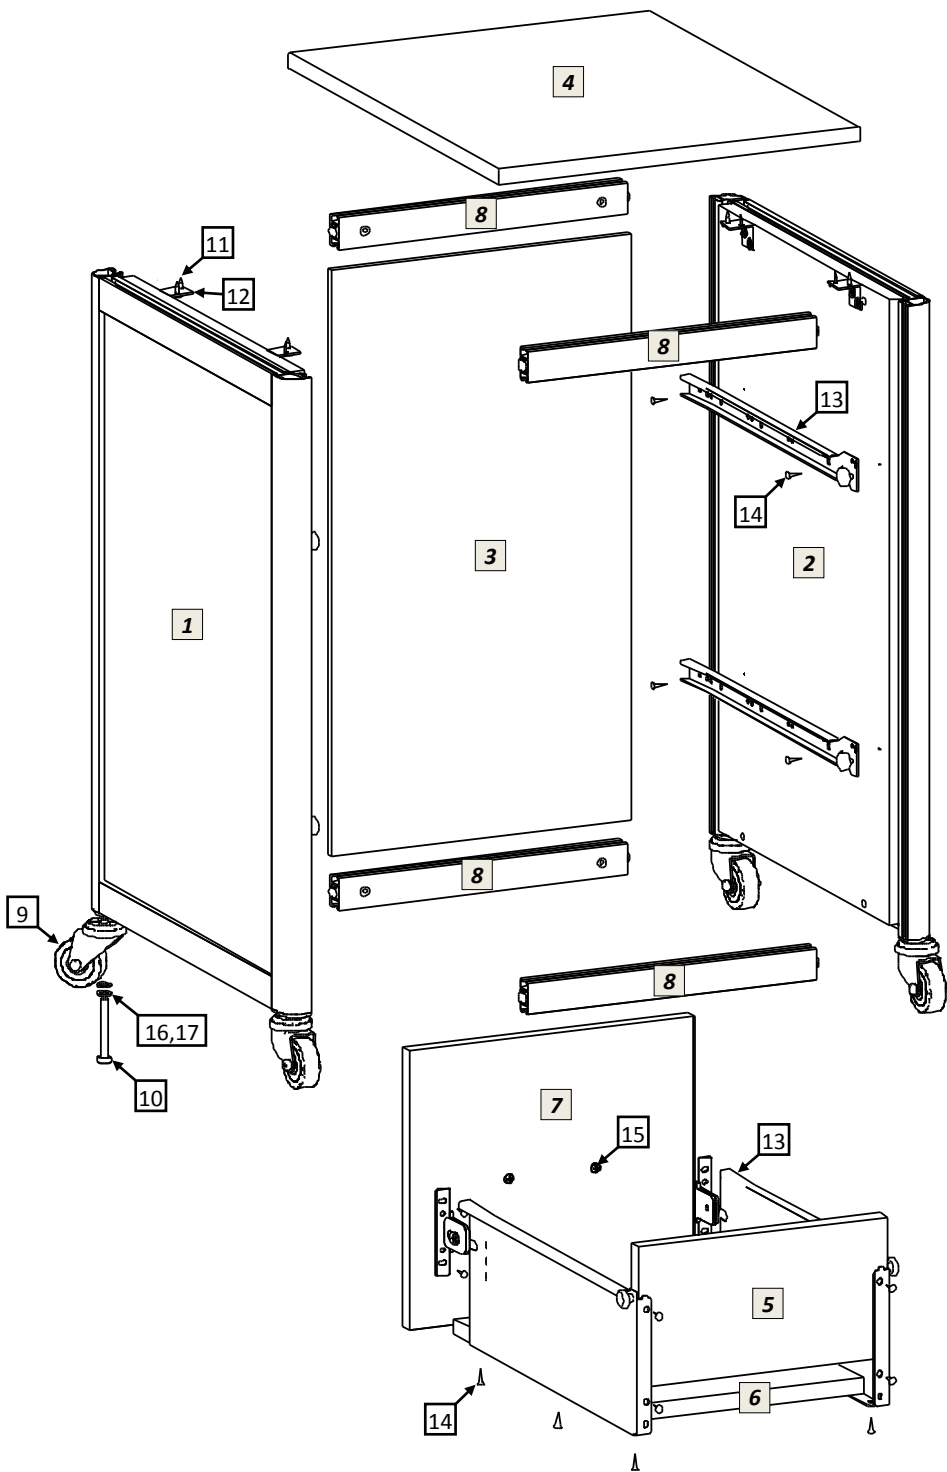

рис.1
- 5.1 Распаковав тумбу, внимательно ознакомьтесь со схемой сборки, изображённой на рис.1. Согласно позициям на схеме и комплектовочной ведомости определите расположение деталей в изделии и порядок их сборки. Сборка производится на ровном полу, укрытом материалом, предотвращающим повреждение покрытия пола и деталей мебели. Подготовьте необходимые для сборки инструменты – плоскую и крестовую отвёртки, молоток, рулетку или линейку, гаечный ключ 13мм для установки колёсных опор, шуруповёрт.
- 5.4 Сборка выдвигных ящиков. Схема сборки ящиков показана на рис.1. Шурупами 4x16 соедините заднюю стенку, днище ящика и его фасад с металлическими боковинами направляющего механизма. На фасад ящика установите ручку.